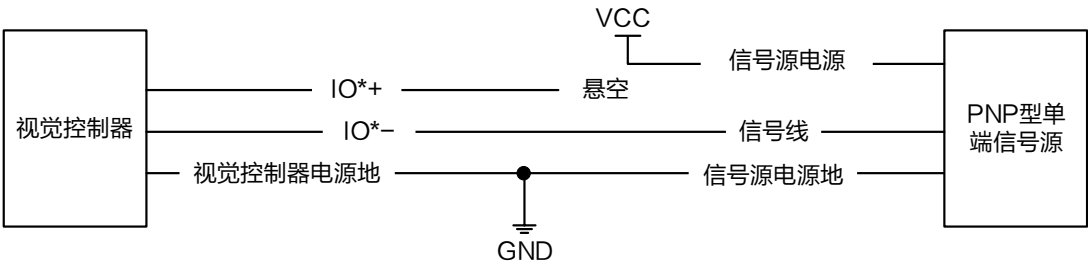
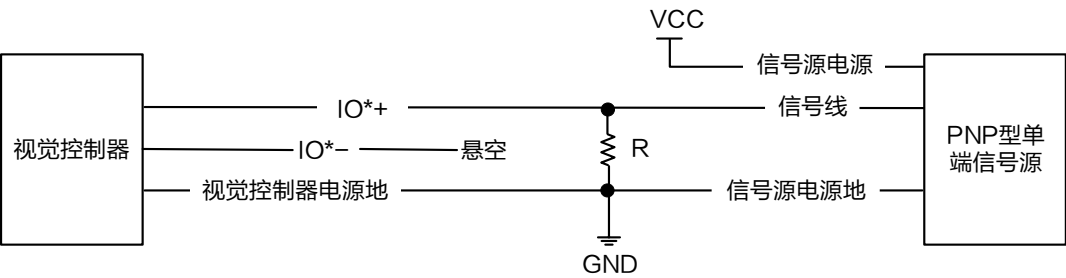

图4-13 PNP 单端输入接线（无需下拉电阻）
图4-14 PNP 单端输入接线（需下拉电阻）
- PNP 型单端信号源提供信号源时，有两种不同的接法，如图 4-13 和图 4-14 所示，其中图 4-14 接线图中下拉电阻阻值范围为 1 ~ 4.7 K Ω 。